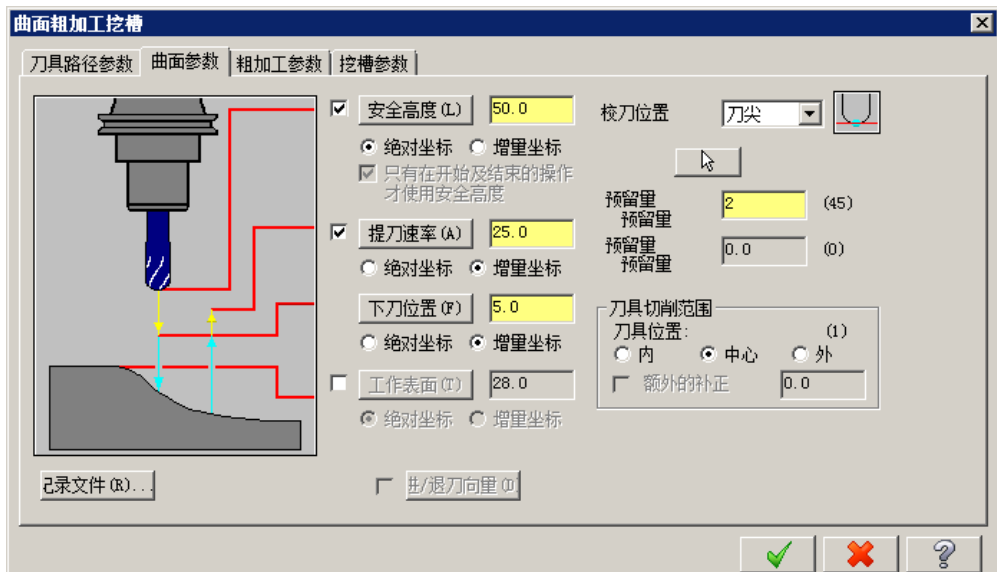

图 17.7 “曲面参数”选项卡
(1) 完成上步操作后，在“曲面粗加工挖槽”对话框的 **刀具路径参数** 选项卡的列表框中显示出 Step4 所选择的刀具。双击该刀具，系统弹出“定义刀具-机床群组-1”对话框。
(2) 设置刀具号码。在“定义刀具-机床群组-1”对话框的 **刀具号码** 文本框中，将原有的数值改为 1。
(3) 设置刀具的加工参数。单击“定义刀具-机床群组-1”对话框中的 **参数** 选项卡，在 **进给速率** 文本框中输入值 400.0，在 **下刀速率** 文本框中输入值 200，在 **提刀速率** 文本框中输入值 500，在 **主轴转速** 文本框中输入值 1200。
(4) 设置冷却方式。在 **参数** 选项卡中单击 **Coolant...** 按钮，系统弹出“Coolant...”对话框，在 **Flood** (切削液) 下拉列表中选择 **On** 选项。单击该对话框中的 **✓** 按钮，关闭“Coolant...”对话框。
Step7. 设置曲面参数。在“曲面粗加工挖槽”对话框中单击 **曲面参数** 选项卡，设置图 17.7 所示的参数。